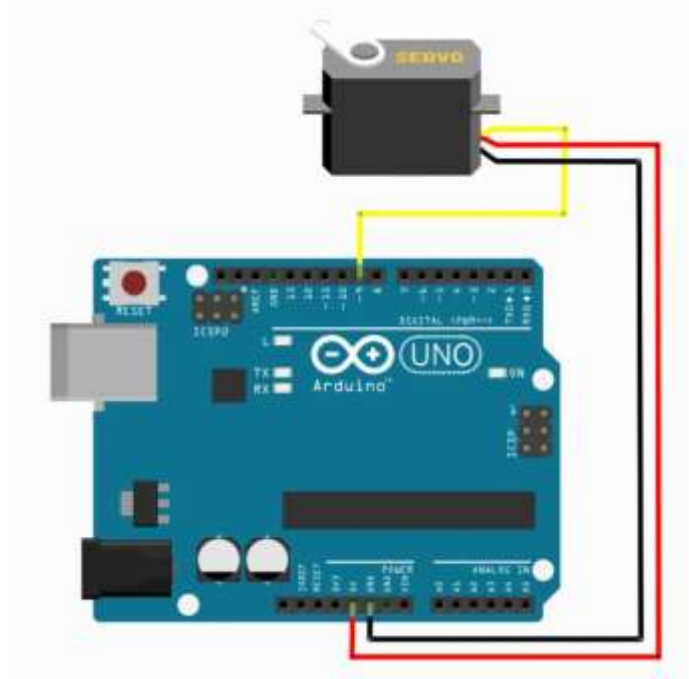

Рис.3.16 – Схема підключення сервоприводу до плати керування.
**1.** Вибрати необхідні елементи та з'єднати їх згідно схеми підключення (рис.3.16)